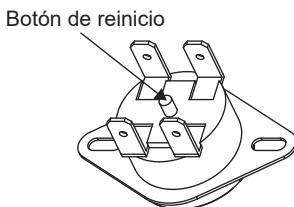

Figura 8
- El limitador de temperatura interrumpe el funcionamiento si el termo se sobre calienta o si el termostato presenta alguna avería. El limitador debe ser reiniciado manualmente en el caso que se active por alguna de estas dos razones (Ver Figura 8).